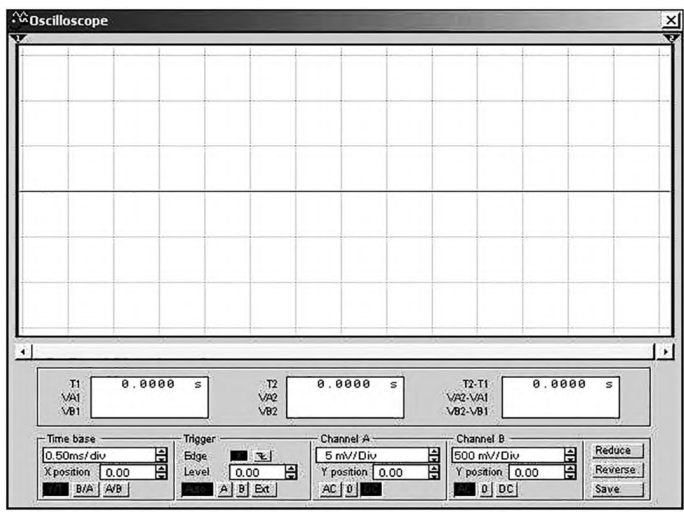

Рис. 7.3. Лицевая панель осциллографа
7.2.3. Установить настройки осциллографа согласно рис. 7.3.